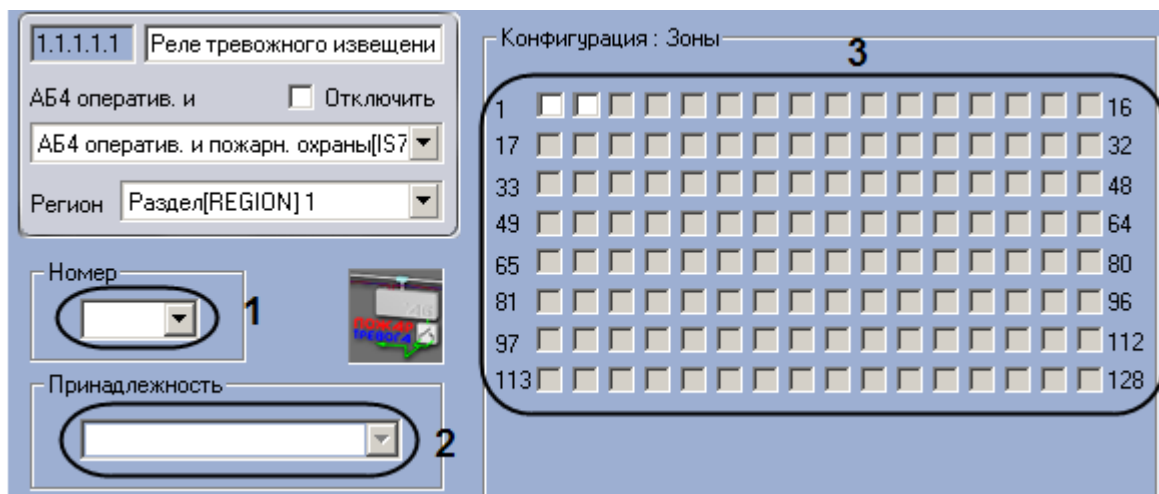

Рис. 3.7—28. Настройка реле тревожного извещения
2. Из раскрывающегося списка **Номер** выбрать аппаратный адрес реле тревожного оповещения контроля двери (см. Рис. 3.7—28, 1).
3. Из раскрывающегося списка **Принадлежность** выбрать объект **Зона охраны, Зона охраны и доступа, Зона пожаротушения** или **Зона тревожных кнопок**, к которому относится данное реле тревожного оповещения (см. Рис. 3.7—28, 2).